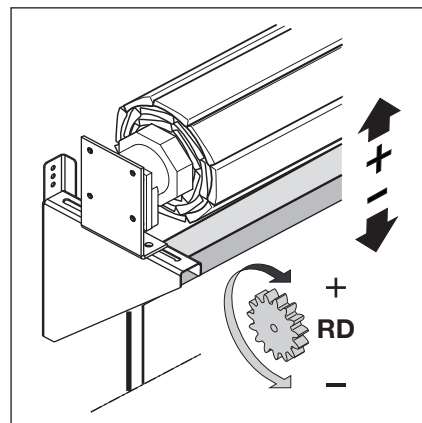

Рис. 6-33: Винт с рифленой головкой для конечного положения *Ворота Откр.*
2. В режиме Totmann произведите движение ворот в направлении *Ворота Откр./Ворота Закр.* и поворачивайте красный винт с рифленой головкой (RD) в направлении + или -, пока привод не отключится. Таким образом будет задано конечное положение *Ворота Откр.* (см. рис. 6-33).